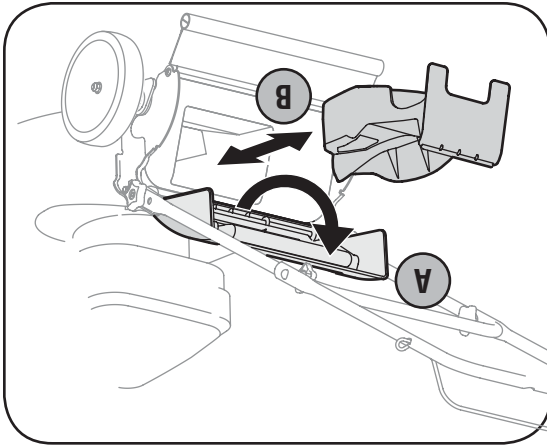

Figure 3-5
6. Démontez le bouchon de déchiquetage arrière avant d'installer le sac à herbe. Voir la Figure 3-5.
- b. Installez le bouchon de déchiquetage arrière de la façon illustrée à la Figure 3-5 et relâchez le clapet d'éjection arrière.